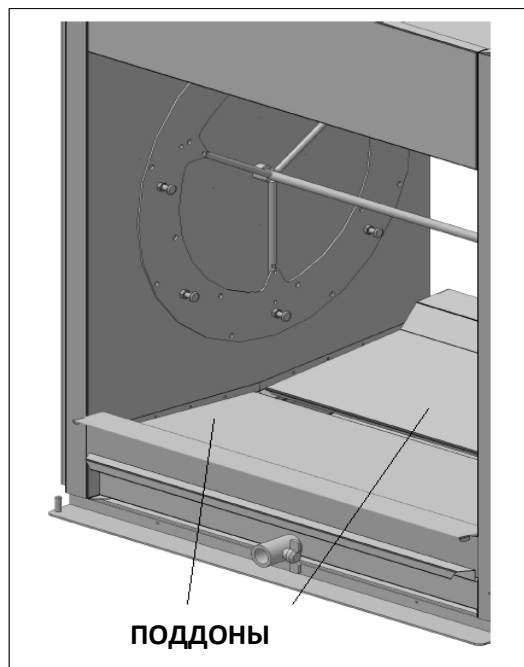

Рисунок 8
- Поместите поддоны в камеру гриля (см. Рисунок 8).